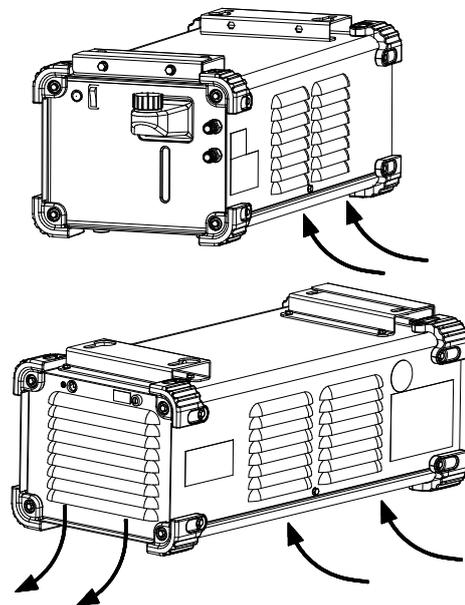

Abbildung 5
- Schließen Sie den Schlauch an den Wasserschneidanschluss (im Lieferumfang enthalten) an Vor- und Rücklauf des Kühlers an (Abb. 5).